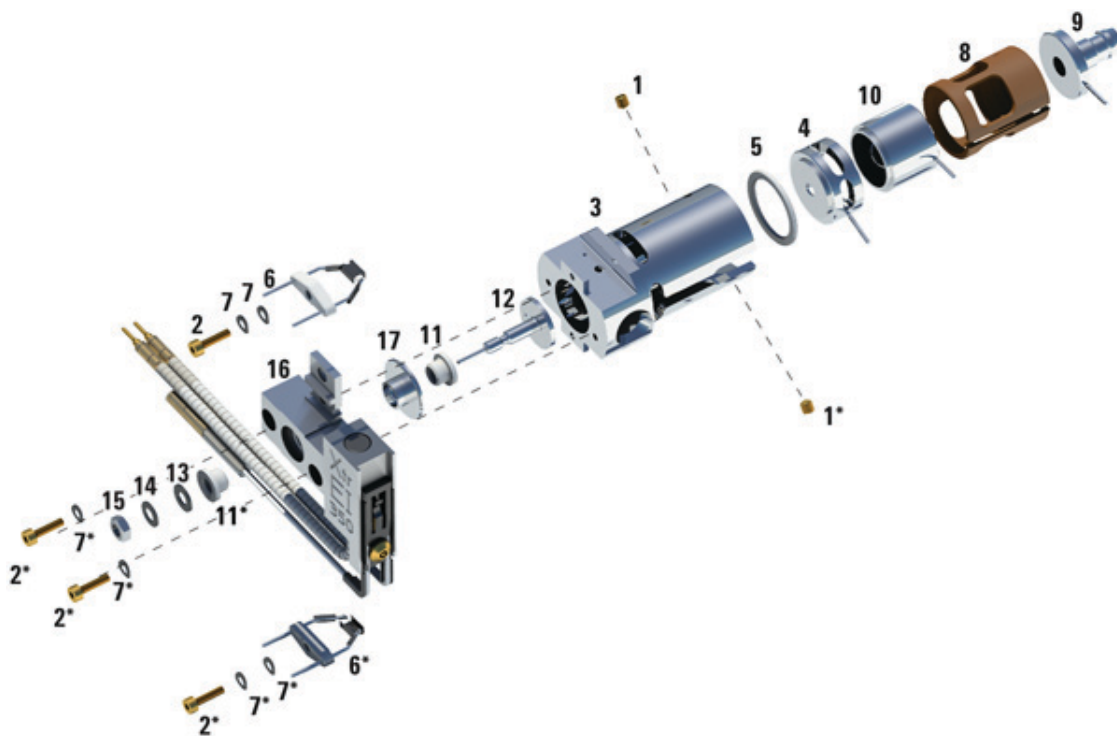

Abbildung 65. Zerlegen der EI-XTR-Quelle
Schlagen Sie unter der Explosionsansicht der Teile **Abbildung 65** und in der EI-XTR-Teilleiste **Tabelle 21** auf Seite 219 nach, während Sie dieses Verfahren verwenden.
**Tabelle 21 Teileliste der EI-XTR-Quelle (Abbildung 65)**